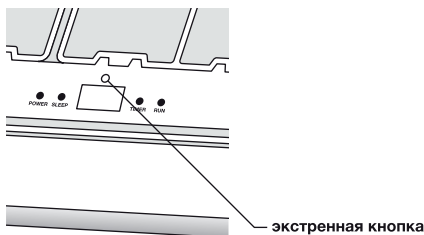

Рис. 2
2. Нажмите экстренную кнопку (рис. 2) и одновременно присоедините устройство к сети.